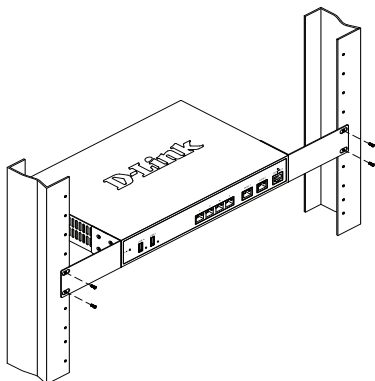

Figura 4. Installazione del controller wireless in un rack di dimensioni standard
- Utilizzare le viti in dotazione con il rack, per montare il dispositivo nel rack come indicato nella Figura 4.